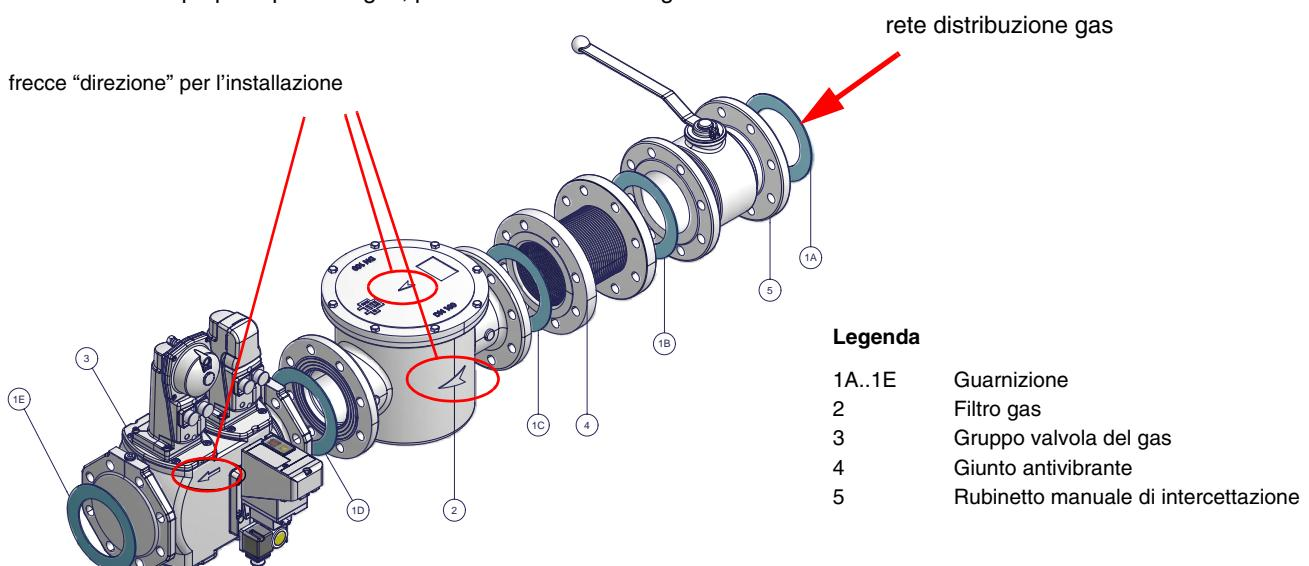

Fig. 6 - Esempio di rampa gas
1) nel caso di giunti flangiati: interporre tra un componente e l'altro, una guarnizione (n. 1A..1E - Fig. 6) compatibile con il gas utilizzato,
ATTENZIONE: una volta montata la rampa secondo lo schema riportato in Fig. 6, deve essere effettuata la prova di tenuta del circuito gas, secondo le modalità previste dalla normativa vigente.